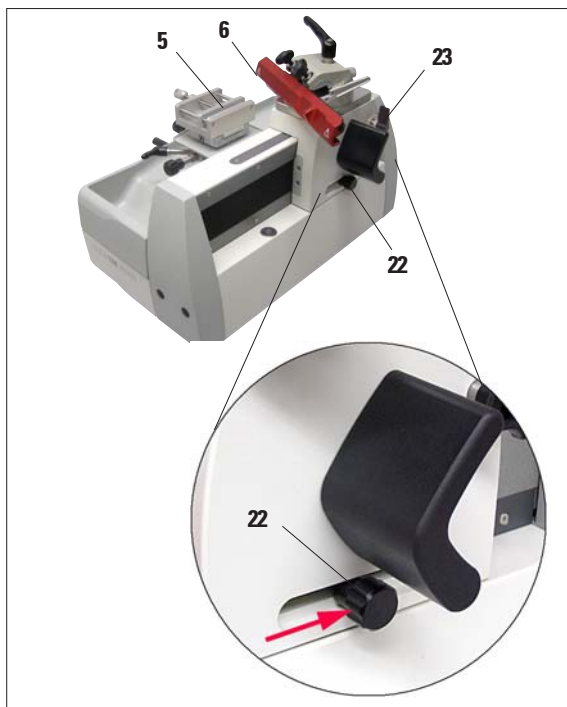

Figura 25
- Per l'impostazione dell'avvicinamento automatico, muovere la lametta/lama (6) fino a davanti al campione (5) (figura 25) e bloccarlo in questa posizione con la leva a scatto (23).
- Allentare la manopola di regolazione (22) e spostarla indietro fino a percepire una resistenza. In questa posizione serrarla nuovamente.
**Se la manopola di regolazione (22) è bloccata nella posizione più anteriore (sinistra) (figura 25), non si ha alcun avvicinamento.**